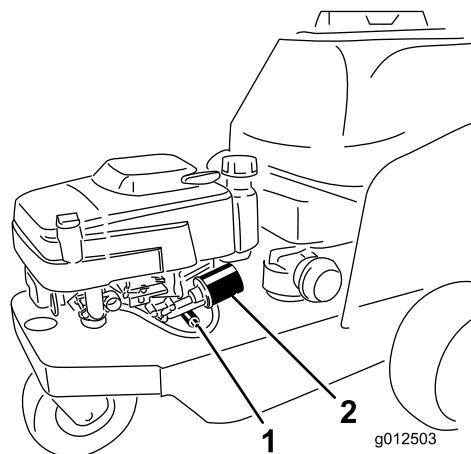

Figura 38
4. Coloque uma panela de drenagem adequada por baixo da válvula de drenagem de óleo (Figura 38).